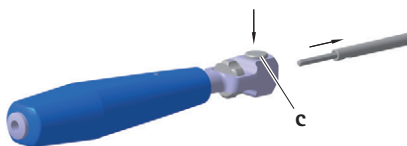

Abb. 2
- Druckknopf c drücken und Griff 1 abnehmen, siehe Abb. 2.